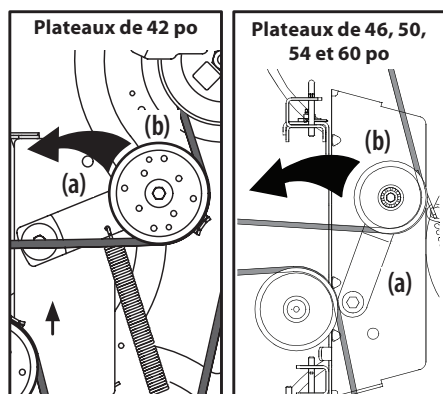

Figure 41
- a. À l'aide de la poignée de levage du plateau ou de la pédale et du bouton de levage du plateau, élevez-le jusqu'à la position la plus horizontale possible entre les galets tendeurs du plateau et la poulie de la PDF située au bas du moteur. Consultez la Figure 41.
- b. En partant du milieu du tracteur, faites pivoter le support du galet (a) et le galet tendeur mobile (b) vers l'arrière avec un éloignement suffisant pour soulever la courroie et la faire passer au-dessus de la poulie de fusée. Consultez la Figure 41.